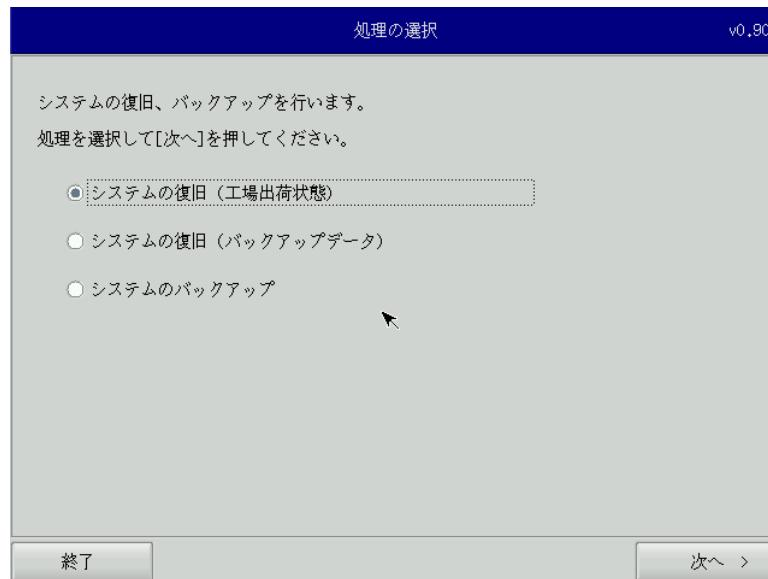

図 6-1-4. リカバリメイン画面
- ⑪ 再起動し、正常にリカバリ DVD から起動すると図 6-1-4 のリカバリメイン画面が表示されます。
- ① LAN ケーブルが接続されている場合は、LAN ケーブルを取り外してください。
- ② USB メモリ、SD カードなどのストレージメディアが接続されている場合は、ストレージメディアを取り外してください。
- ③ 「6-1 リカバリ DVD の起動」を参考にリカバリ DVD を起動させます。
- ④ リカバリメイン画面（図 6-1-4）で[システムの復旧（工場出荷状態）]を選択し、[次へ]ボタンを押します。
- ④ リカバリメイン画面（図 6-1-4）で [システムのバックアップ] を選択し、[次へ] ボタンを押します。
- ④ リカバリメイン画面（図 6-1-4）で[システムの復旧（バックアップデータ）]を選択し、[次へ]ボタンを押します。